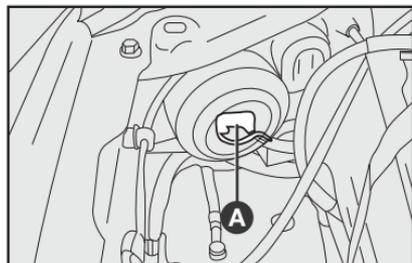

fig. 34
- 1) Soltar o conector **A-fig. 34** de alimentação da lâmpada;
- 7) Recolocar o conector de alimentação da lâmpada **A-fig. 34**.